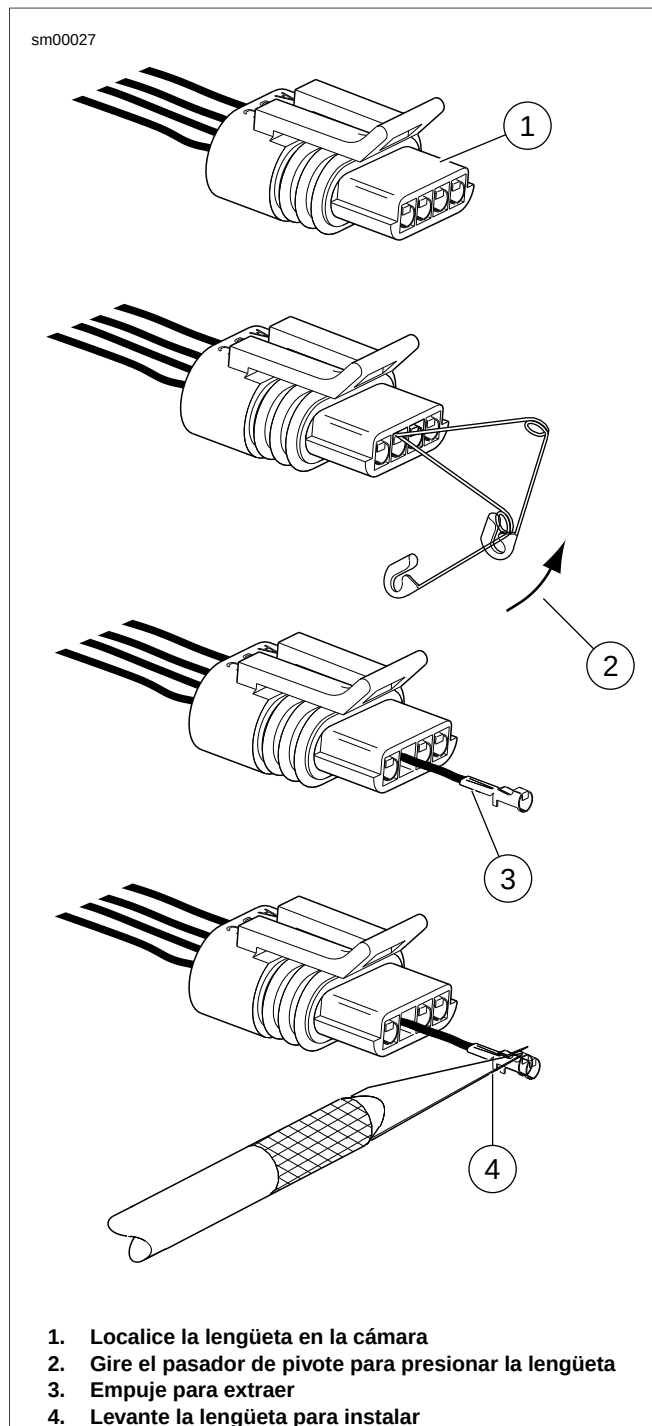
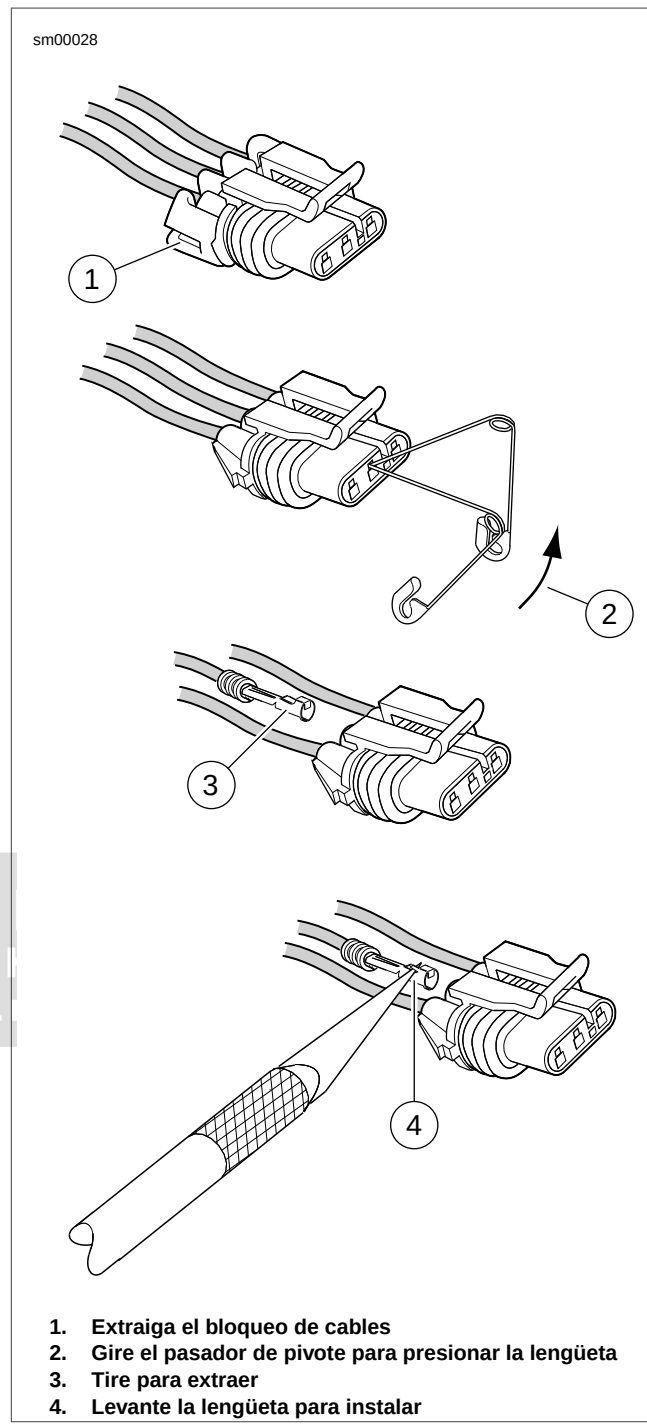

Figura A-23. Conector Metri-Pack 150: De tirar
Figura A-24. Conector Metri-Pack 150: De empujar
1. Vea conector de tirar en la Figura A-23 o conector de empujar en la Figura A-24. Extraiga el bloqueo de cables (1) del extremo de cable del conector hembra en los conectores de empujar.
1. Vea conector de tirar en la Figura A-23 o conector de empujar en la Figura A-24. Usando una hoja delgada, como la de un cuchillo de pasatiempo, doble con cuidado las lengüetas hacia afuera del cuerpo del terminal.
Para terminales de empujar: Vea Figura A-24. Asiente los cables en canales separados del bloqueo de cables y después empuje los canales **dentro** de las cámaras en el extremo de cables del conector hembra. Completamente instalada, la ranura en cada lado del bloqueo de cables engancha la orejeta en el conector hembra.